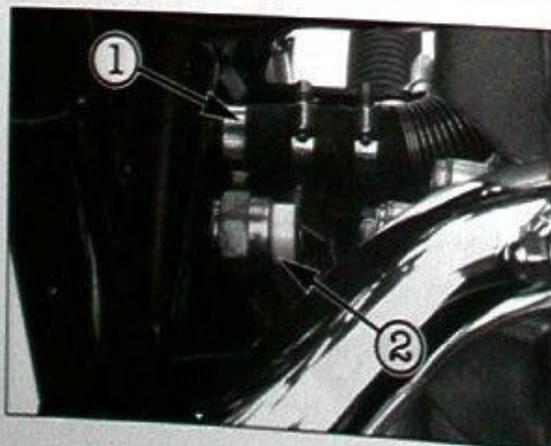
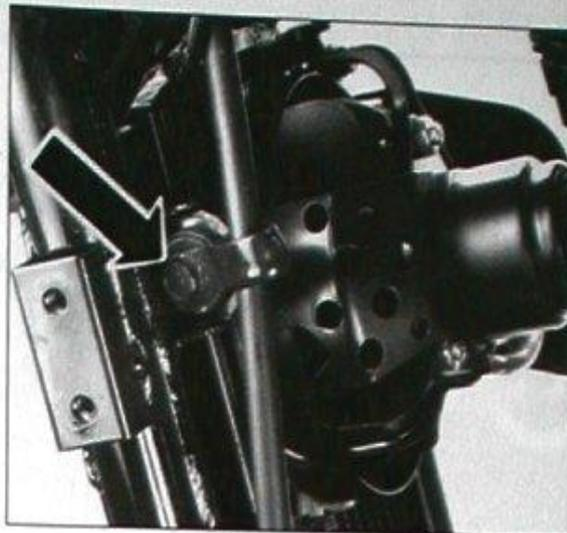

Bild 130
Bild 131
- Oberen Kühlerschlauch (1) Bild 130 abnehmen.
- Stecker vom Lüfterschalter (2) abnehmen.
- Zwei Befestigungsschrauben ausdrehen und Kühler vom Rahmen abnehmen (Bild 131).